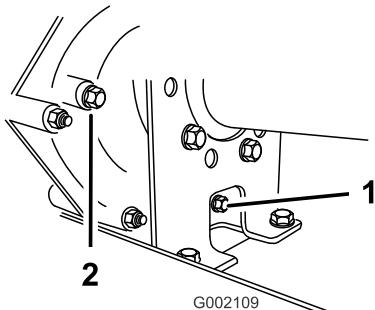
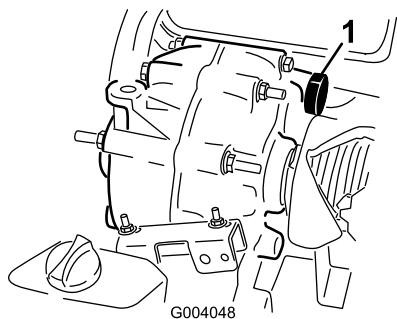

Figura 43
Figura 44
2. Limpie la zona alrededor de los tapones de vaciado y llenado con un trapo (Figura 43).
- Retire el indicador girándolo en sentido antihorario (Figura 43).
- Instale y apriete el tapón de vaciado y la junta en el orificio de llenado de la transmisión (Figura 43).
- Llene el depósito (Figura 44) a través del orificio de llenado con aproximadamente 1.4 litros (1.5 cuartos US) del fluido especificado, hasta que el nivel de fluido de la transmisión esté enrasado con el borde inferior de la rosca (Figura 43).
- Instale y apriete el tapón y la junta en el orificio de llenado de la transmisión (Figura 43).
- Compruebe el nivel de fluido y añada más fluido si el nivel no llega a las roscas del orificio de llenado (Figura 43).